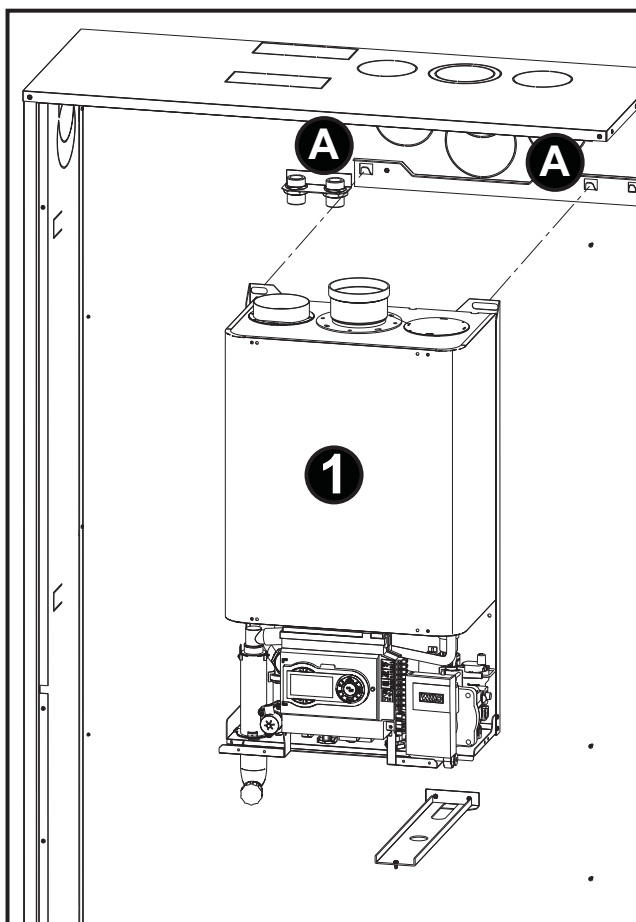

fig. 29
- Agganciare la **Caldaia (1)** nei punti "A" indicati in fig. 29.